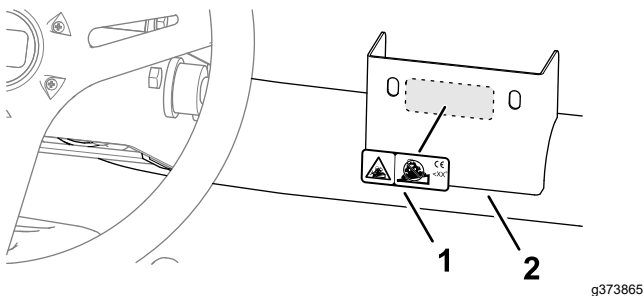

Bild 35
- 1. Reinigen Sie die Halterung am Lenkarm mit Alkohol, und lassen Sie die Halterung trocknen (Bild 35).
2. Entfernen Sie die Trägerfolie und kleben Sie den CE-Aufkleber für die Kippgefahr auf die Halterung Bild 35.